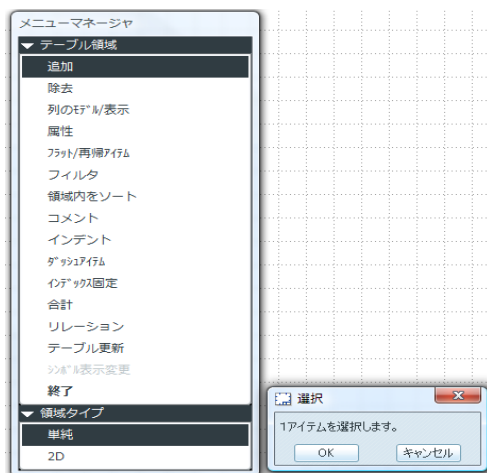
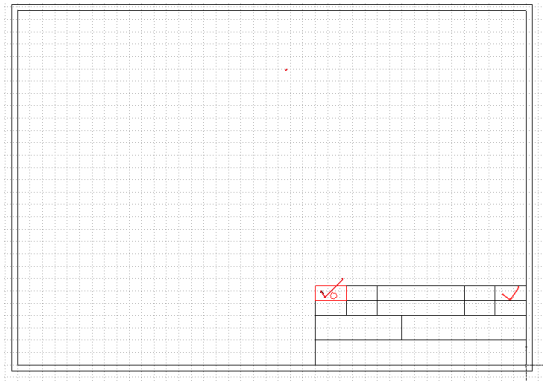
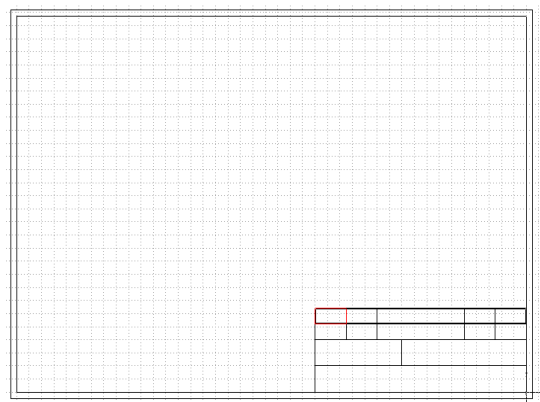

図 12-18 テーブル追加
図 12-19 追加テーブルの指定
図 12-20 追加テーブル基点
2) バイスアセンブリ モデルの構成部品のパラメータ値を入力するリピート領域を作成する。テーブル モードにして、「リピート領域」をクリックするとメニューマネージャダイアログボックスが現れる (図 12-18) に示す。「追加」を選び、作成した 2 列部品表の上の行の両脇のセルを選択する。一個目セルをクリックするとセル内に「○」が印される (図 12-19) に示す。二個目セルをクリックすると指定された行を囲む枠が太い線に変わる。「OK」する (図 12-20) に示す。